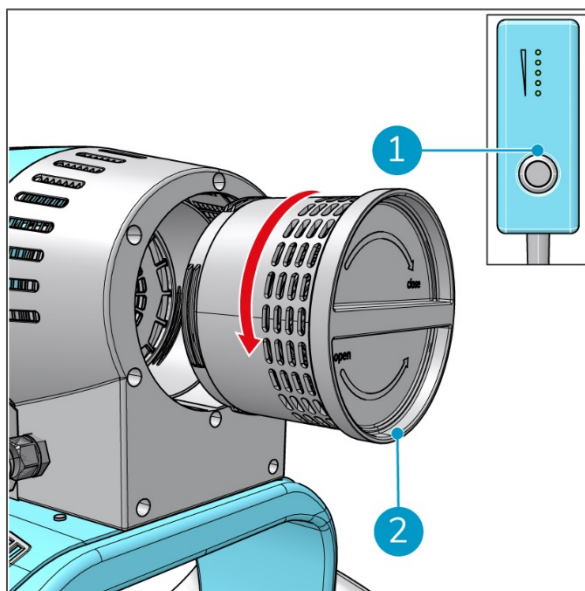

Figura 26
1. Desligue o i-move 2.5B® com o interruptor ligar/desligar (Figura 26, posição 1).
3. Rode a caixa do filtro (Figura 26, posição 2) no sentido contrário ao dos ponteiros do relógio para a remover do fundo do i-move 2.5B.